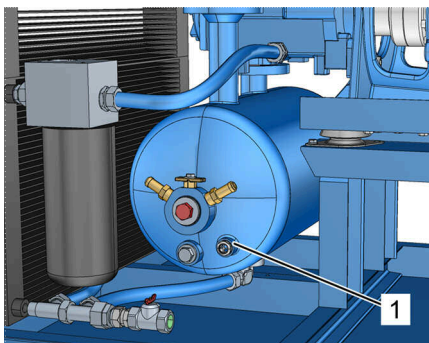

Рис. 33: Проверка уровня охлаждающей жидкости через смотровое отверстие
7. Проверьте уровень охлаждающей жидкости через смотровое отверстие (Рис. 33/1) и при необходимости долейте охлаждающую жидкость, как описано в ↗ Глава 8.4.2 «Проверка уровня охлаждающей жидкости / доливка охлаждающей жидкости» на странице 102.